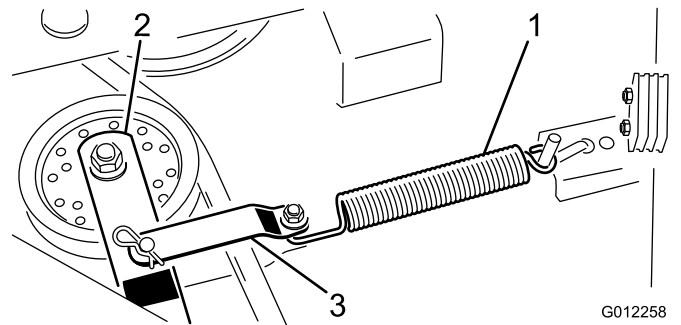

Figure 22
2. Décrochez le ressort du support du bras de la poulie de tension pour détendre la courroie (Figure 22). Enlevez la goupille fendue et l'axe de chape qui fixent le support au bras de la poulie de tension.
7. Fixez le support du bras de la poulie de tension sur le bras avec la goupille fendue et l'axe de chape (Figure 22). Accrochez le ressort au support du bras de la poulie de tension. Pour que la courroie d'entraînement soit tendue correctement, il faut que le ressort soit tendu à une longueur d'environ 18 cm. Si le ressort n'est pas suffisamment tendu, repositionnez la tige du ressort dans un trou de montage plus éloigné de la courroie.